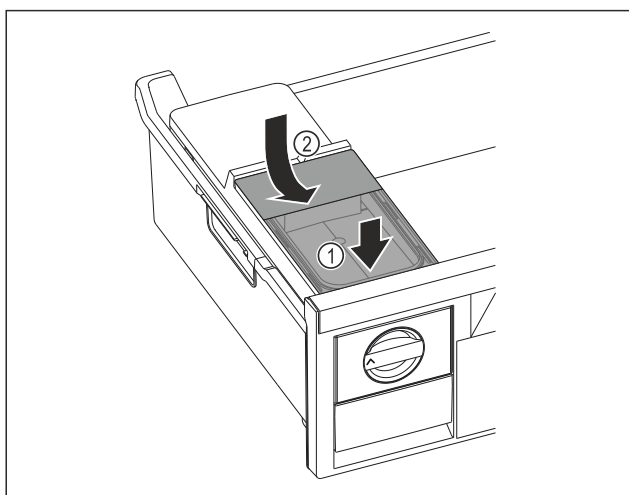

Fig. 70
- ▶ Nasadte vpředu nádržku na vodu. Fig. 70 (1)
- ▶ Spusťte nádržku na vodu vzadu dolů. Fig. 70 (2)